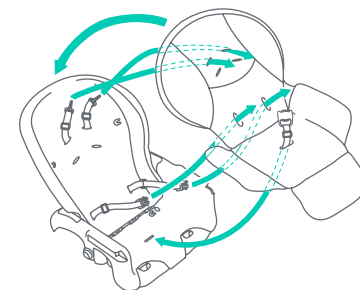

Fig. 20
- 20) • Pase el extremo sin hebilla de las correas del arnés denominadas lengüetas de sujeción del arnés por las ranuras en la tela del asiento, el accesorio, el respaldo y la base del asiento (Fig. 20). Una vez que las lengüetas de sujeción del arnés hayan atravesado las ranuras, gire las lengüetas 90 grados. Asegúrese de que las correas están colocadas firmemente en su lugar.